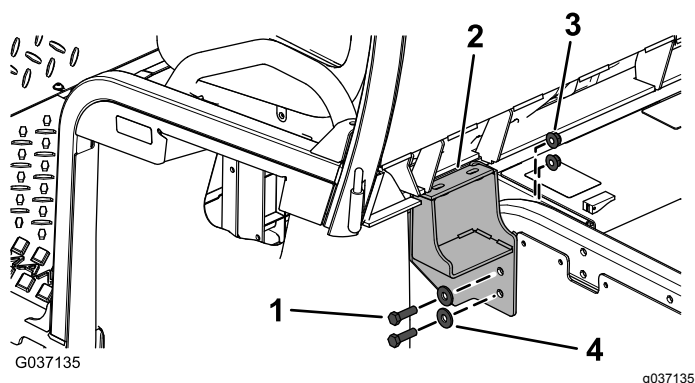

**Figur 6**
- Använd de nya stöden till golvplattan som mall och borra tre hål (9,5 mm i diameter) i varje golvplatta (Figur 6).
**Viktigt:** Borra endast de två främre hålen på de nya stöden till golvplattan samt det bakersta hålet enligt Figur 6.